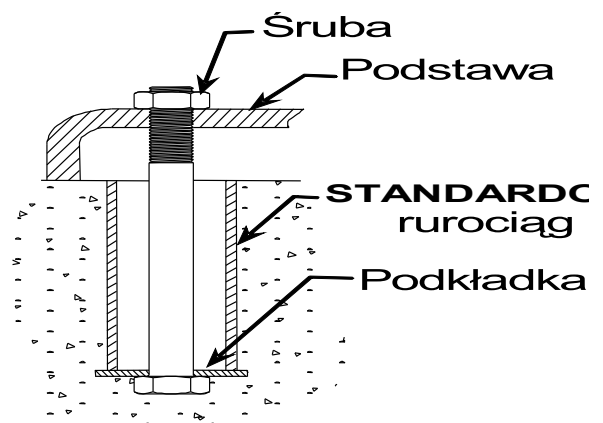

Rys. 1
1. Sprawdź wyosiowanie orurowania dochodzącego do pompy migot celu uniknięcia przeciążeń pompy i utratę osiowości. Patrz rys. 1. Nie przykręcone kołnierze czy połamane łączenia. Rurociągi nie powinny sprężynować albo spadać. Po rozruchu pompy po ok. 2 tygodniach należy sprawdzić osiowość pompy ponownie.